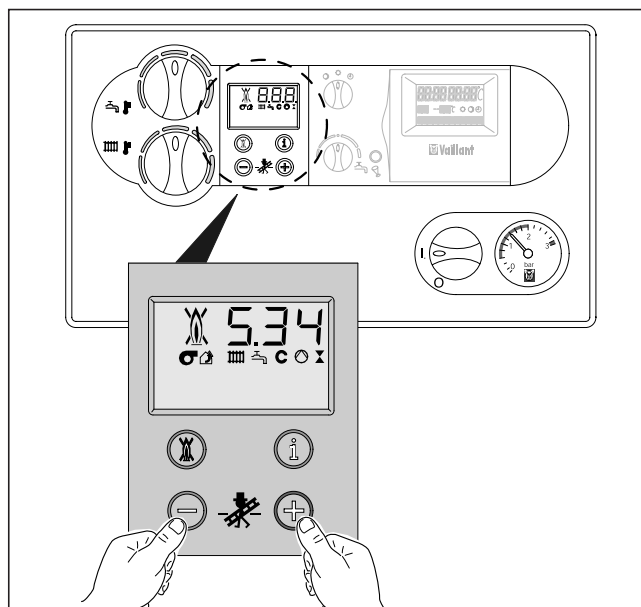

Fig. 3.14: Función de deshollinador
- Active el modo de deshollinador pulsando a la vez las teclas "+" y "-" del sistema DIA (Fig. 3.14).